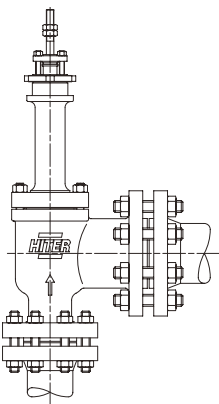

Fig. 1 – Instalación de la válvula
4.6 La posición de instalación debe ser de manera que el actuador quede sobre la válvula y en la posición vertical (fig. 1). En caso de que esto sea imposible, se debe buscar la posición mas próxima de la vertical. La posición horizontal debe ser evitada y en algunos casos deberá haber un soporte para el actuador.